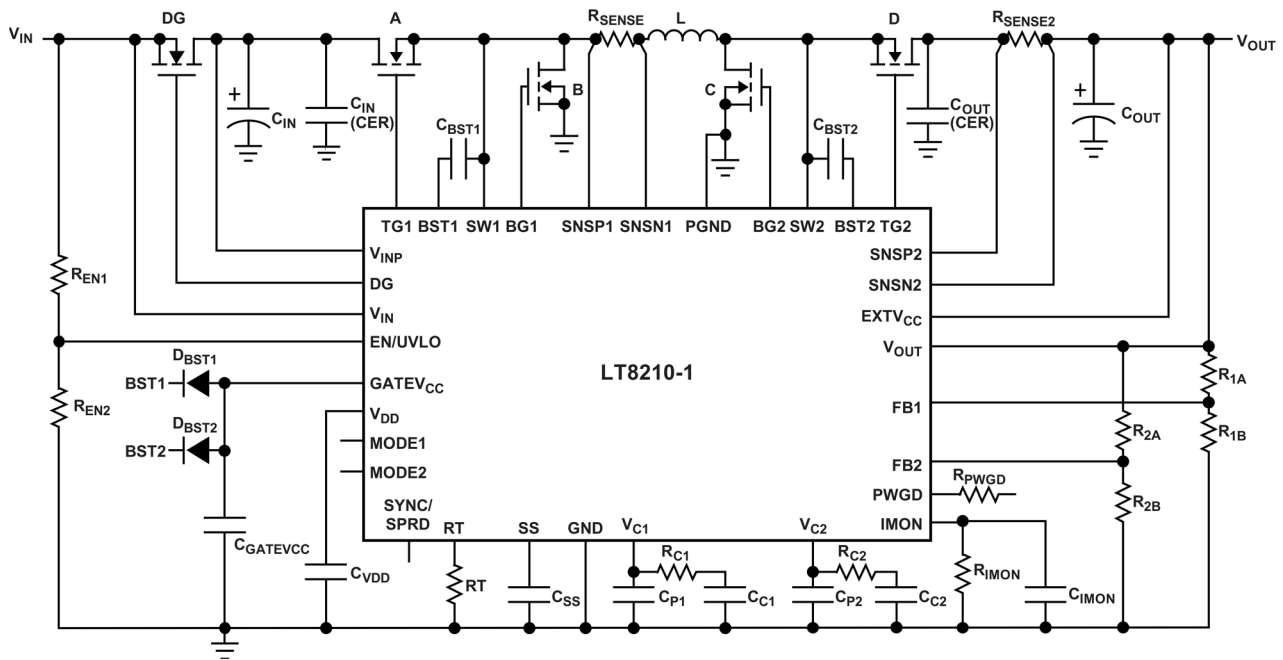
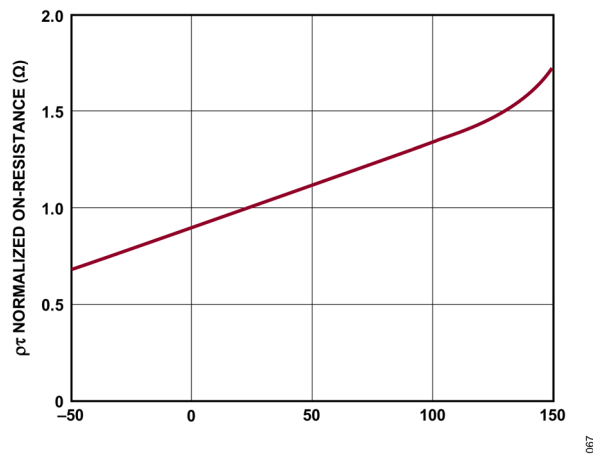

図 60. LT8210-1 の基本的アプリケーション回路
図 67. 正規化した $R_{DS(ON)}$ と温度の関係
このアプリケーション情報のセクションは、アプリケーションの詳細に基づいて外付け部品を選択するためのガイドラインです。このセクションでは、図 60 に示す LT8210-1 の基本的なアプリケーション回路を参照してください。部品選択は、通常は以下に説明する手法に従います。
LT8210-1には4つの外付けNチャンネル・パワーMOSFET (図 60 のスイッチ A、B、C、D) が必要です。LT8210-1 のゲート駆動電圧は、通常は 10V より高いので、ロジック・レベル閾値と標準レベル閾値の両方のデバイスを使用できます。MOSFET の最大 $V_{BR(DSS)}$ 最大値とドレイン電流 (I_D) の定格は、アプリケーションの電圧と電流の最も厳しい条件を上回るようにし、安全のため、余裕を持たせた値にしてください。パワーMOSFET の最大連続ドレイン電流は、温度の関数としてディレーティングされます。この情報は、通常はデータシートから入手できます。パワーMOSFET の選択では、消費電力を考慮することが重要です。最も効率の高い回路は、消費電力が最小の MOSFET を採用したものです。消費した電力とそれによる外付け部品の温度上昇により、LT8210-1 が供給できる電力の上限が決定します。MOSFET の消費電力は、主として、(1) スイッチが完全にオンしてドレイン電流が流れているときの I^2R 導通損失、および (2) スイッチがオンまたはオフに変わる間の消費電力の 2 つの要素から生じます。導通損失は周波数とは無関係です。一方で、スイッチング損失は周波数と電圧に応じて大きさが変化します。一般的に、導通損失が支配的になるのは大電流および低電圧のときであるのに対して、スイッチング損失が支配的になるのは小電流および高電圧のときです。MOSFET の消費電力を正確に予想することは複雑な問題であり、これには、LTpowerCAD® II に組み込まれているような効率計算プログラムが適しています。しかし、効率計算プログラムは現実世界の測定の代わりにはなりません。次のセクションでは、スイッチ A、B、C、D の消費電力の主な発生源を、入出力の電圧とスイッチング領域の関数として概算します。目的は、電力の大部分を消費する場所を求めることによって、MOSFET の選択指針を示すことです。以下の式で、 p_r は温度によるオン抵抗の大きな変動を表す正規化係数 (25°C で 1) で、図 67 に示されているように代表値で 0.4%/°C です。最大ジャンクション温度が 125°C の場合は、 $p_r = 1.5$ を使うのが妥当です。 Q_{sw} はスイッチング電荷であり、MOSFET のデータシートに明記されていない場合は $Q_{sw} = Q_{GD} + Q_{GS}/2$ で概算できます。